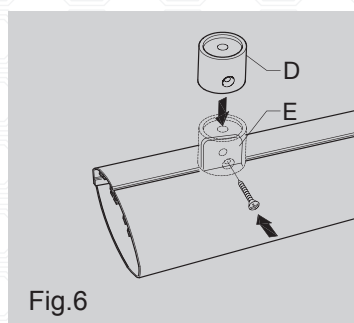

Fig.6
- Unire le due parti degli attacchi a soffitto serrandole con la vite in dotazione con l'accessorio (fig. 6).
- Join the two parts of the ceiling connections with the screw supplied with the accessory (fig. 6).